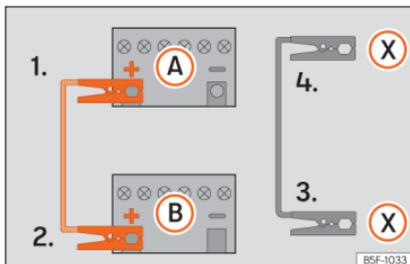

Abb. 78 Anschlusschema für Fahrzeuge mit Start-Stop-System.
- 4b. Bei Fahrzeugen mit Start-Stop-System: ein Ende des schwarzen Starthilfekabels (X) an einen geeigneten Masseanschluss, ein massives, fest mit dem Motorblock verschraubtes Metallteil oder an den Motorblock selbst anklammern » » Abb. 78.
5. Klemmen Sie das andere Ende des schwarzen Starthilfekabels (X) im Fahrzeug mit der entladenen Batterie an ein mit dem Motorblock verschraubtes, massives Metallteil oder an den Motorblock selbst, aber so weit wie möglich von der Batterie (A) entfernt an.